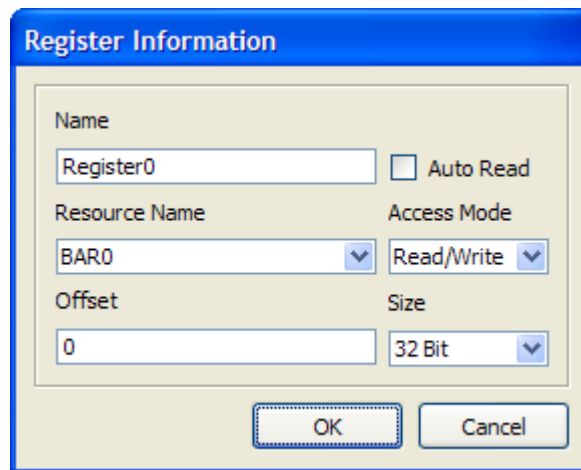

図 5.8: レジスタの定義
- ii. コントロール パイプ (双方向パイプ) の場合、[Read/Write to Pipe] を選択します。新しいダイアログ ボックスが表示され、標準 USB 要求 (図 5.8 を参照) を選択またはカスタム要求を入力できます。